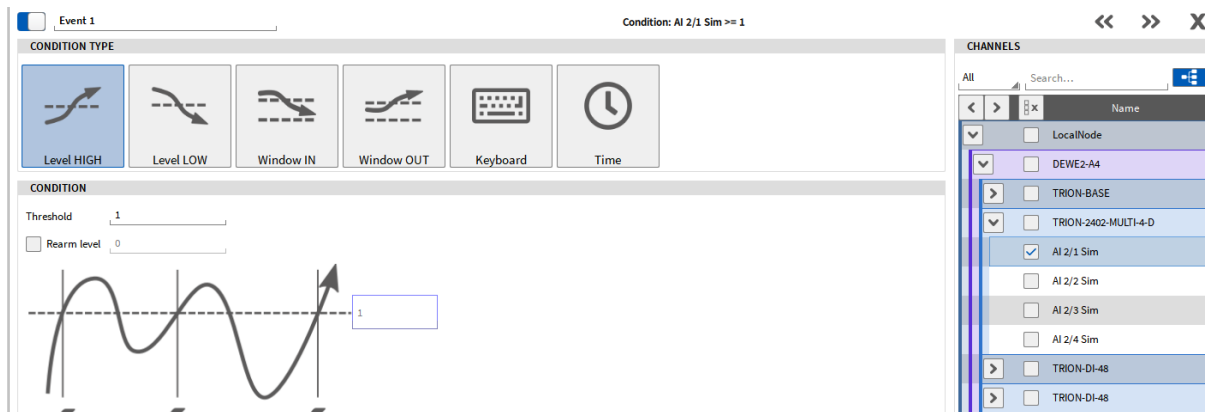

Abb. 9.27: Über-Bedingungstyp, Schwellwert: 1
- Fügen Sie ein *Ereignis* hinzu. Wählen Sie *Über* als Bedingungstyp und setzen Sie den Schwellwert auf 1. Wählen Sie den analogen Kanal, welcher als Trigger verwendet werden soll aus der Kanal-liste auf der rechten Seite (siehe Abb. 9.27):